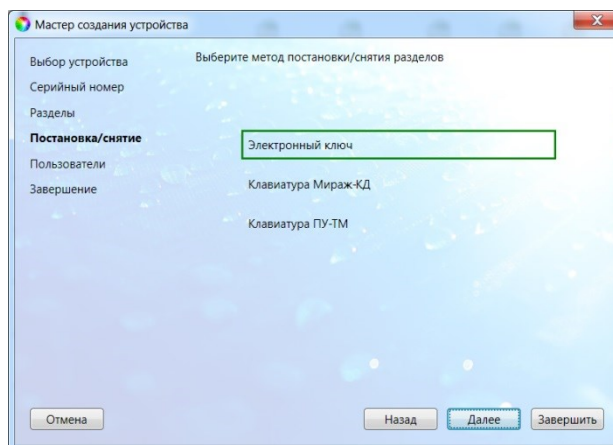

Рис. 5.8. Окно *Постановка/снятие*
11. В следующем окне *Постановка/снятие* выберите один из предлагаемых способов постановки контроллера на охрану и снятия с охраны (рис. 5.8).